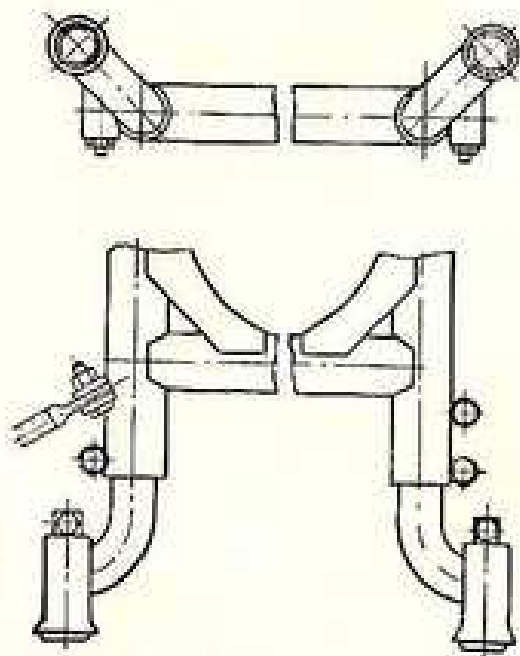

Рис. 32. СХЕМА КРЕПЛЕНИЯ КРОНШТЕЙНОВ НА РАМЕ БОКОВОГО ПРИЦЕПА
2. Установить на раму бокового прицепа шаровые зажимы, как показано на рис. 32, и предварительно закрепить их.